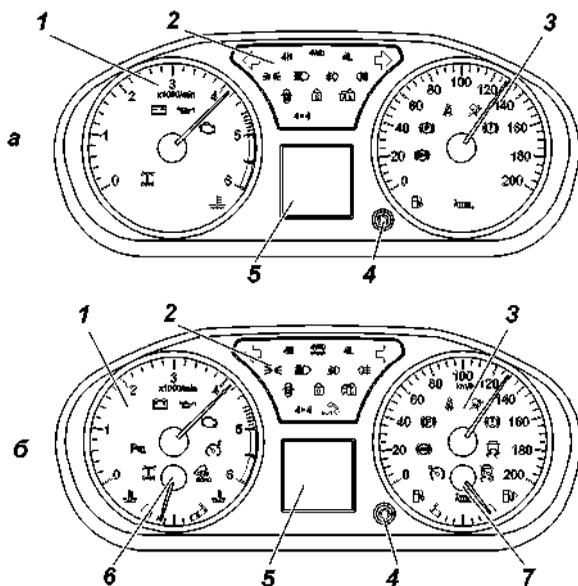
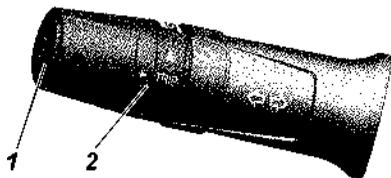

Рис. 3.5. Комбинация приборов (наименование позиций см. в тексте):
Рис.3.9. Органы управления маршрутным компьютером на левом рычаге подрулевого переключателя:
**2** -комбинация приборов (рис. 3.5).
На рис. 3.5 изображена комбинация приборов.
Средняя строка отображает переменные данные при помощи переключателя маршрутного компьютера поворотом кнопки 4 (рис. 3.5) или 2 «TRIP» (рис. 3.9).
Для управления маршрутным компьютером используется кнопка управления 1 и кольцо 2 (нефиксированное положение при повороте) левого подрулевого переключателя (рис. 3.9).
Перебор функций маршрутного компьютера осуществляется аналогично с переключателем маршрутного компьютера 4 (рис. 3.5).